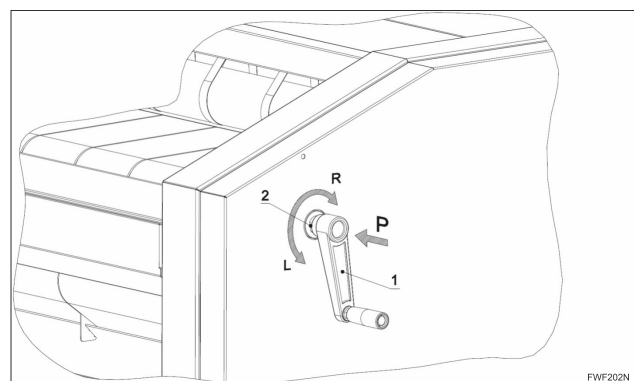

Figura 21
- La manivela manual, *Figura 21* es un dispositivo mecánico para controlar manualmente la máquina.
- La manivela está instalada en la máquina de forma que no está conectada al sistema de accionamiento de la máquina. La manivela se conecta al accionamiento de la máquina si se empuja en la dirección "P" dirección consulte *Figura 21*. El sistema está equipado con un embrague de garras unidireccional.
- Si es necesario desarmar la cubierta derecha o si por cualquier razón de funcionamiento es necesario quitar la manivela (1) de la máquina, entonces quitar la manivela (1) desatornillándola hacia la dirección (L) desde el cubo (2) al mismo tiempo que sujeta el cubo (2) con una llave inglesa HEX19 para que no gire.
- La manivela (1) permanece como una pieza de la máquina.